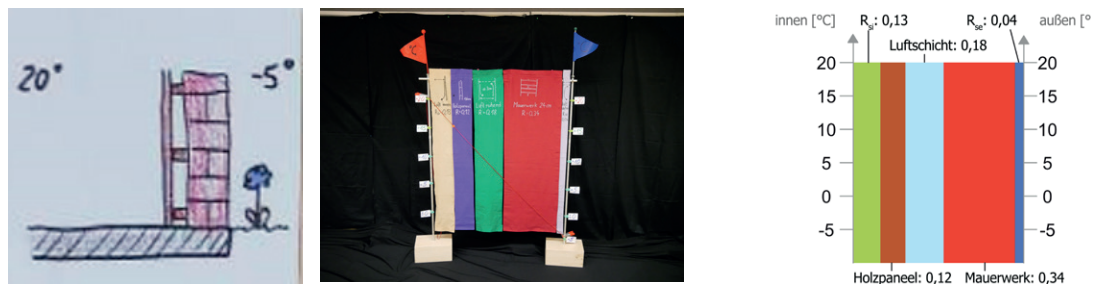

Abb. 7: Wandkonstruktion mit Holzpaneel – verschiedene Darstellungen
- Abb. 7: Wandkonstruktion mit Holzpaneel – verschiedene Darstellungen, Quelle: e.u.[z.]